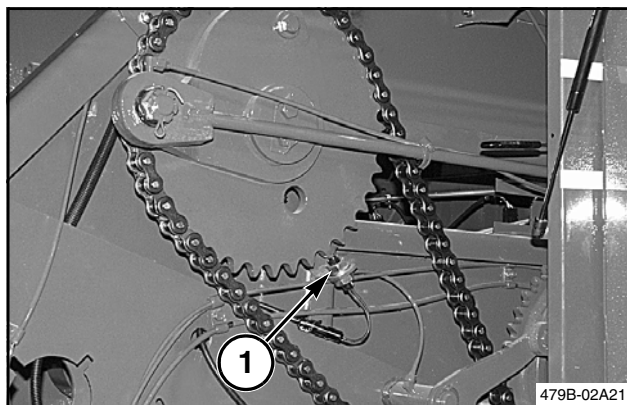

FIG. 18
FIG. 18: Føderdrevet, knyttermontagerne og nålefunktionen beskyttes af en sprængbolt. Hvis føder/knytterdrevets kædehjul holder op med at dreje mens presseren kører, vil føderens sprængboltssensor (1) signalere til monitoren om at vise en alarm.